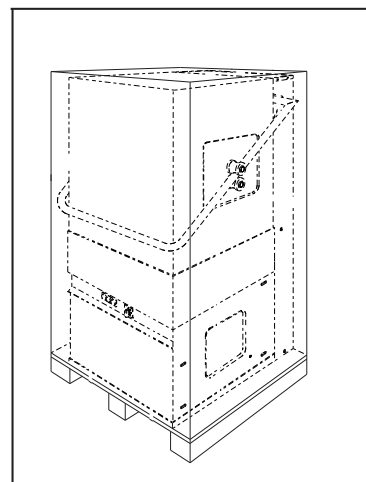

Fig. 2
1. Abra con cautela el cartón de embalaje (fig. 2).